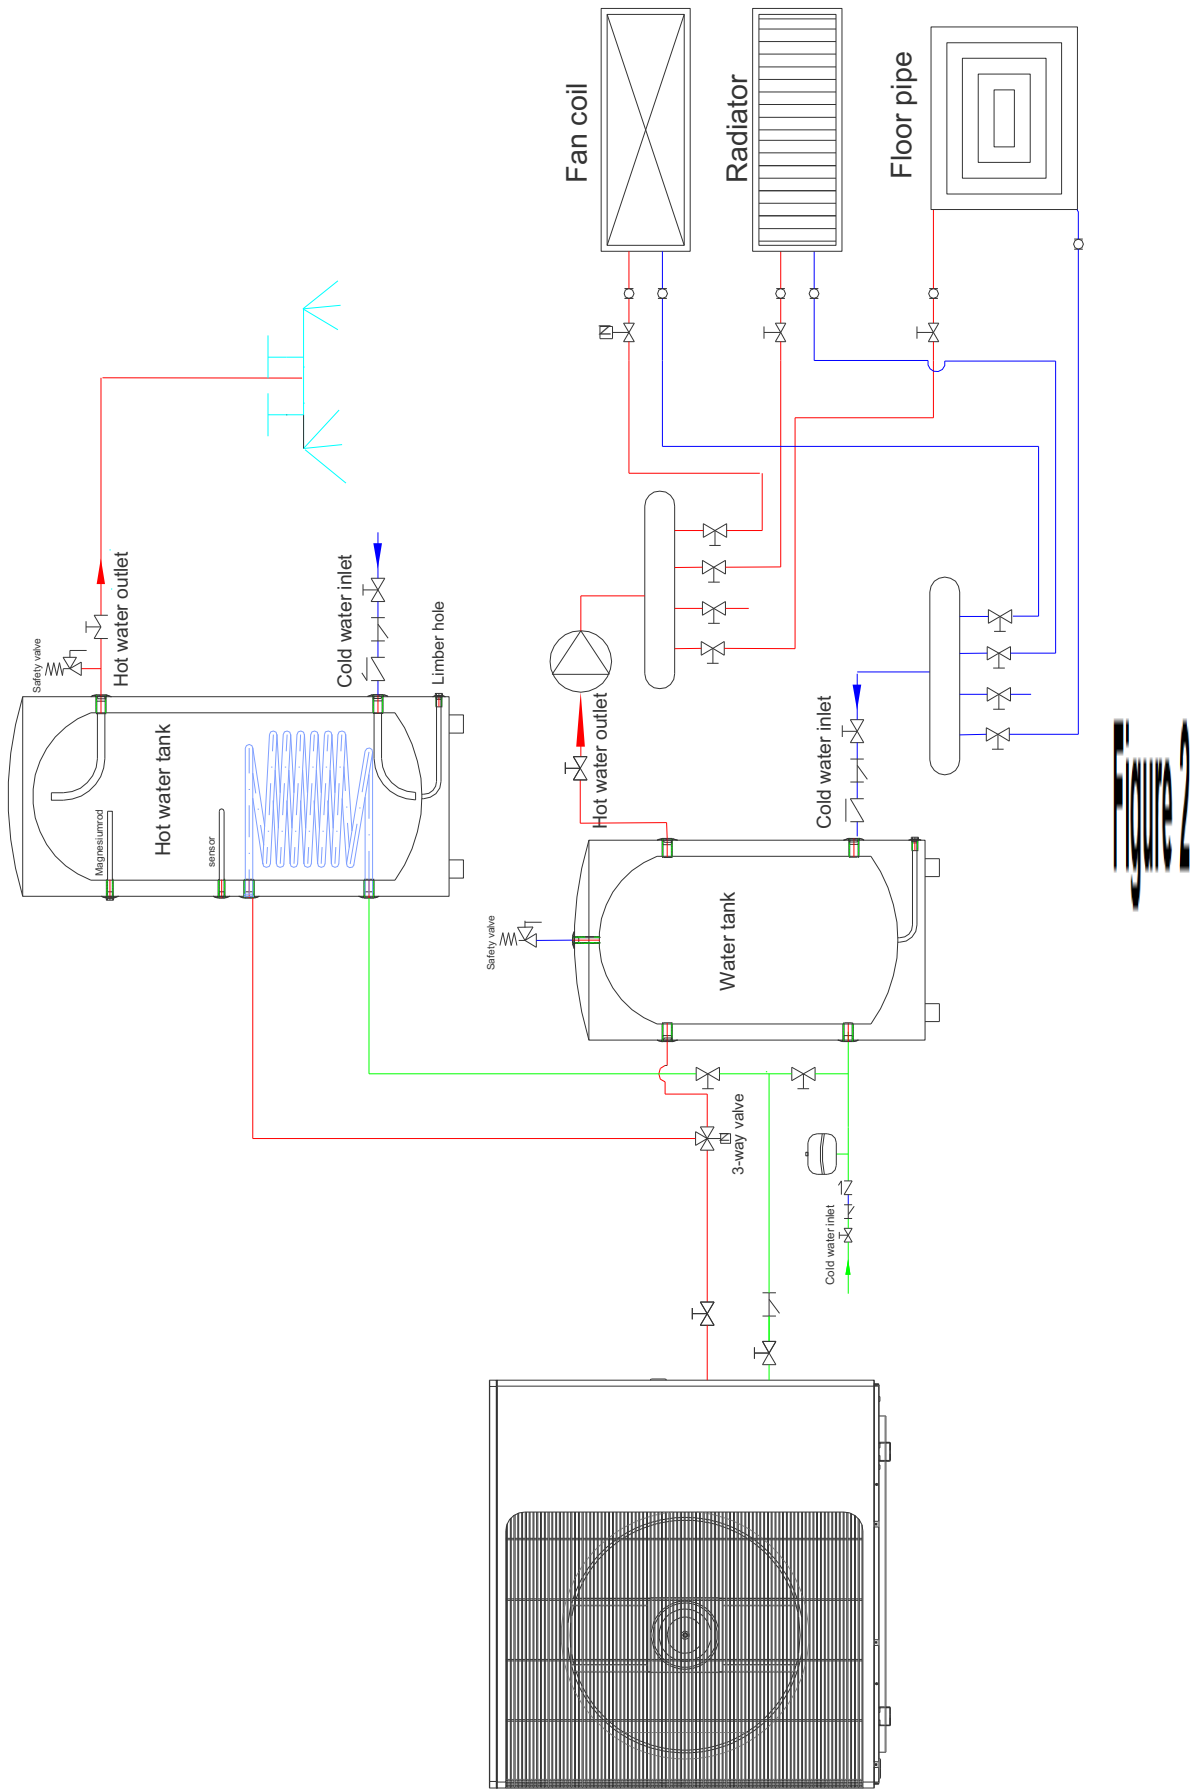
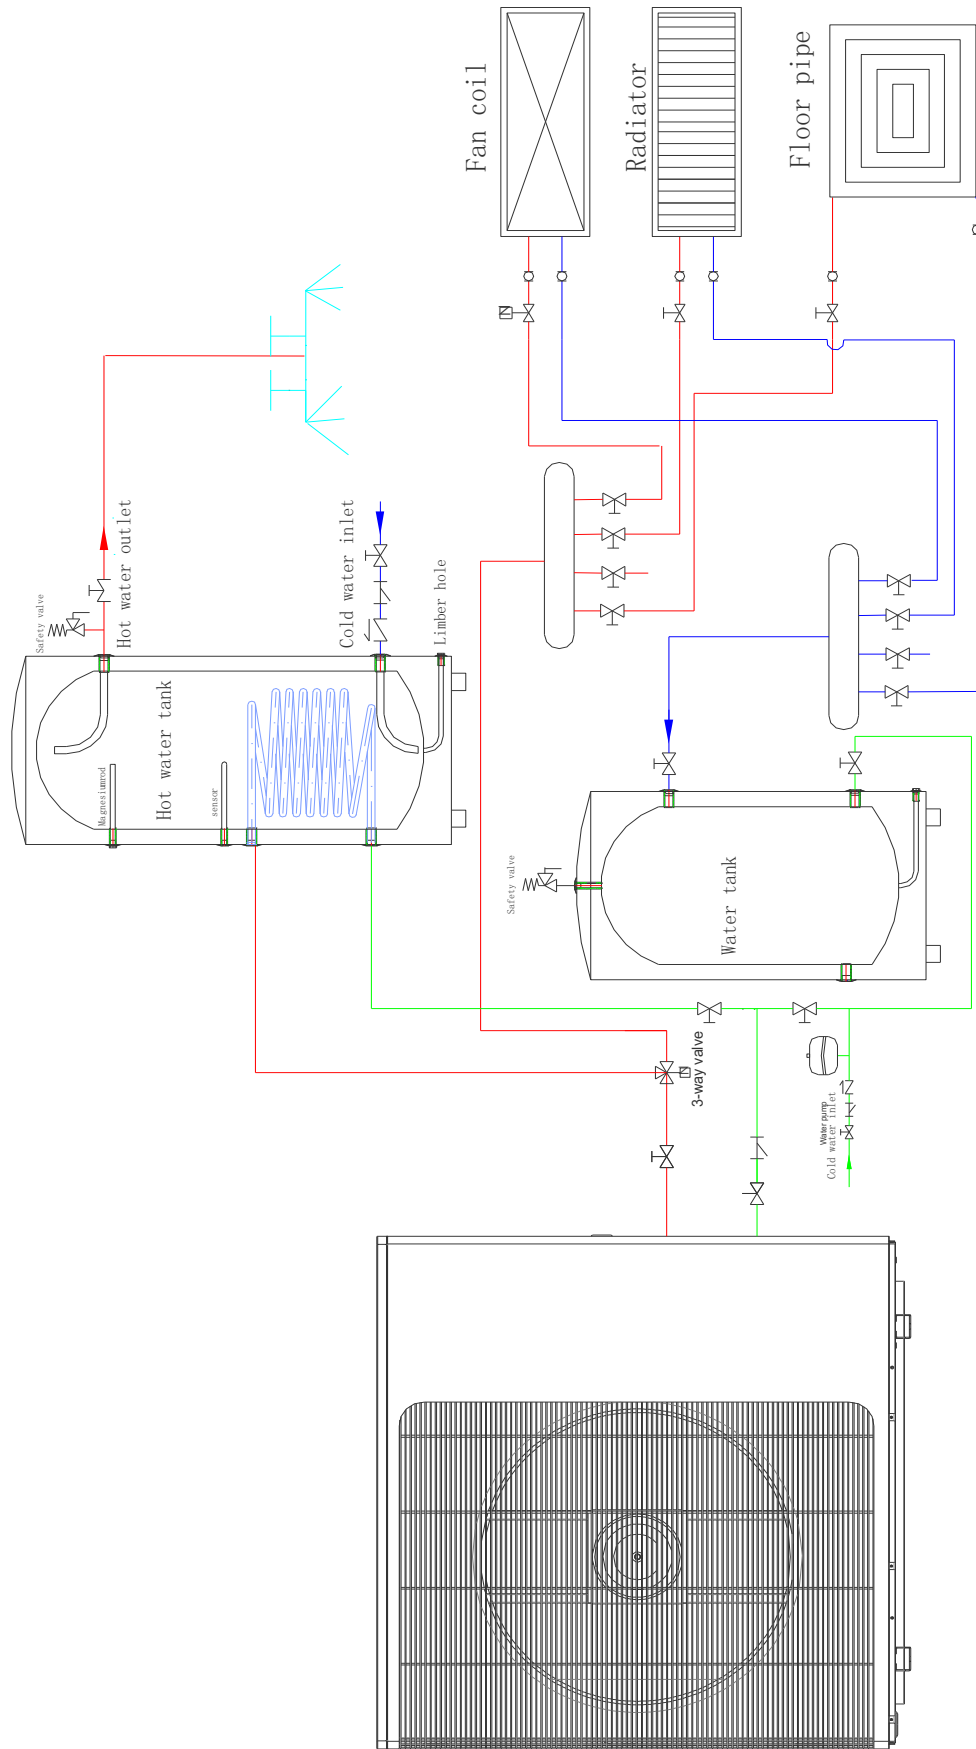

Figure 2
Figure 3
- 1) Das Systeminstallationsdiagramm ist in Abbildung 2, Abbildung 3 dargestellt.